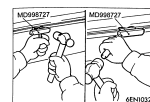

图 3-38
- 如图 3-38 将发动机油涂在密封唇上, 然后用手将油封沿导套推入直至它碰到前油封壳。用专用工具轻敲油封使其就位。